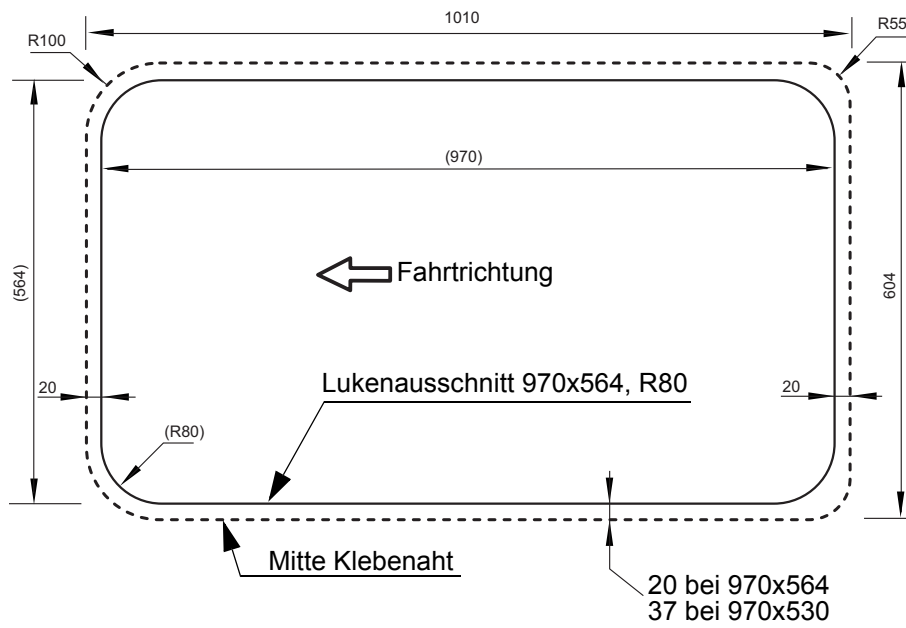

Abb. 4.6
- Grundwanne und Dachhaut im Klebebereich aufräumen analog der Klebenaut (Abb. 4.6 und 4.10), mit Sika-Cleaner reinigen und mit Sika-Primer vorbehandeln (Produkthinweise beachten).